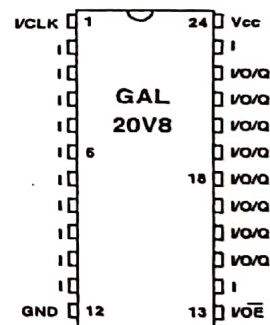

FIGURE 2 – Circuit GAL20V8
6. Ecrire un fichier ABEL, décrivant la machine, prêt à être implémenté sur un le circuit donné à la figure 2.